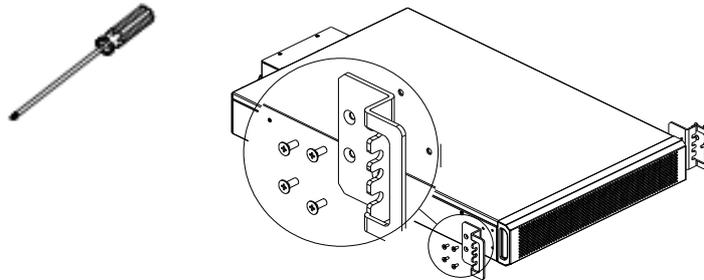

图2-17 安装电池挂耳
- b) 使用 M4×10 螺钉（8 个）将 2 个挂耳分别固定在电池组的前面板两侧，如图 2-17 所示。